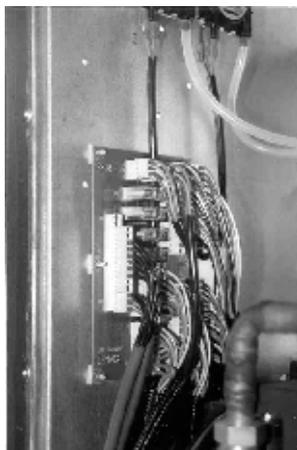

Figure 29
Pour vous aider dans cette manipulation, reportez-vous aux schémas éclatés présents à la fin de chapitre (figures 29 à 31).
- Débrancher les connecteurs du circuit imprimé (figure 29).